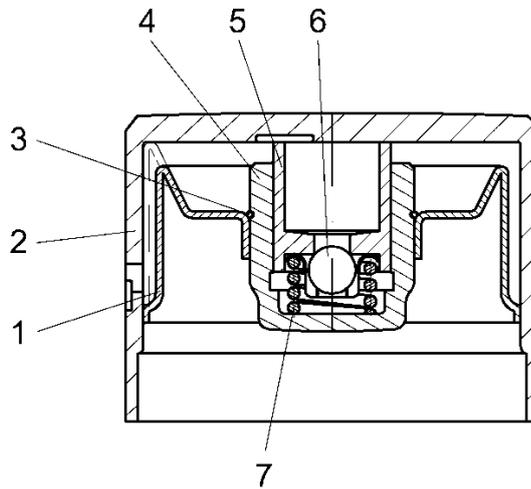

Рис.27. Гидротолкатель:
**Гидротолкатели** (рис.27) – выполнены в виде цилиндрического стакана с плунжерной парой гидрокомпенсатора внутри и канавкой с отверстием для подвода масла от магистрали в головке цилиндров снаружи. Гидротолкатели обеспечивают беззазорный контакт кулачка распределительного вала с торцом клапана за счет давления масла и действия пружины гидрокомпенсатора.